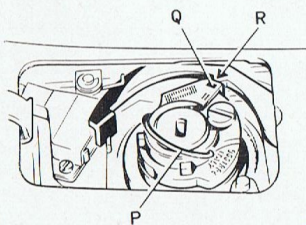

Abb. 69
- Es ist nachzuprüfen, ob sich das bogenförmige Ende « b » des Plättchens « A » in Übereinstimmung mit dem roten Dreieck « R » (Abb. 69) der automatischen Steuerung des Mikroschalters befindet. Ist dies nicht der Fall, wird der Regelwiderstand betätigt und die Maschine so lange in Leerlauf gehalten, bis sie sich schliesslich selbsttätig abschaltet.
- Der Regelwiderstand wird durchgedrückt und der Hebel des Mikroschalters « F » (Abb. 69) nach links gelegt. Nach einigen Sekunden lässt man ihn los: Die Maschine beginnt mit der Naht und stellt sich nach Fertigstellung des Zyklus automatisch ab.
Die Kurvengruppe wird nach Lüften des Hebels « L » (Abb. 63) eingesetzt. Dabei hält man sie am Griff « P » (Abb. 69) und dreht sie entgegen dem Uhrzeigersinn so lange, bis die auf der ersten Kurvenscheibe angebrachte rote Marke « Q » mit dem roten Dreieck « R » auf dem Hebel der automatischen Steuerung des Mikroschalters übereinstimmt. Darauf wird der Hebel « L » wieder in seine Arbeitsstellung zurück gebracht, d. h. wieder an den Maschinenarm angelegt.
b) Darauf wird der Regelwiderstand durchgedrückt und der Hebel des Mikroschalters « F » (Abb. 69) für einige Sekunden nach links gelegt. Danach lässt man ihn wieder frei. Die Maschine beginnt nun zu nähen und fertigt das Knopfloch völlig selbständig an.
Erst nach dessen Beendigung bleibt sie stehen, auch dann, wenn die Näherin den Regelwiderstand weiter durchgedrückt hält. Die Kurvenscheibengruppe hat sich mit ihrer roten Marke « Q » erneut auf das rote Dreieck « R » (Abb. 69) eingestellt und ist damit für die Ausführung des nächsten Knopfloches bereit.
Man kann Knopflöcher auch unter Verwendung des durchsichtigen Sticknähfusses (Abb. 3, Nr. 14) herstellen. Dabei wird der Hebel « F » (Abb. 69) des Mikroschalters mit der Hand bedient. In diesem Fall verfährt man folgendermassen: